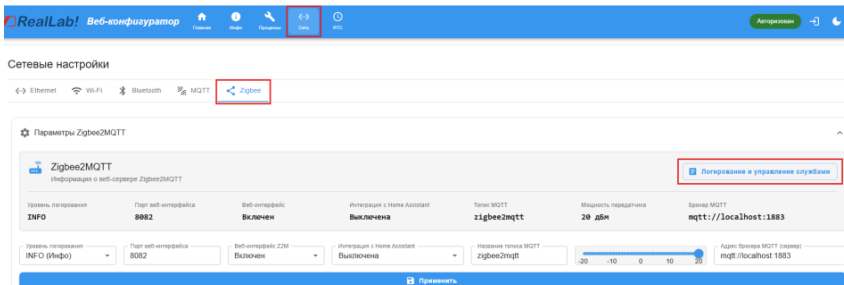

Рис. 3.28. Сравнение способов использования Zigbee
2. Переходим в раздел “Сеть” и во вкладку “Zigbee”, нажимаем на кнопку “Логирование и управление службами” (рис. 3.28).